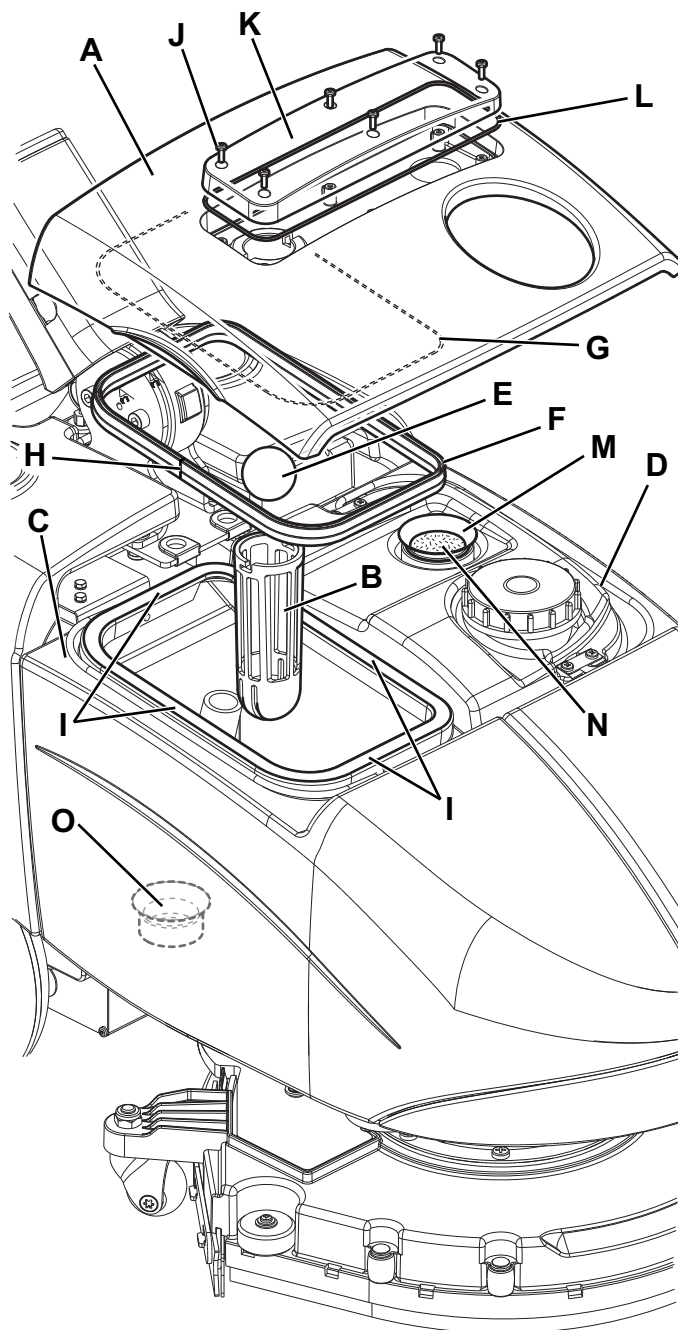

Figure 6
2. Tourner la manette (32) sur "0" et débrancher la batterie.
3. Soulever le couvercle (A, Fig. 6), puis nettoyer et laver à l'eau propre le couvercle et la grille d'aspiration (B). Vider l'eau des réservoirs (C et D) et les nettoyer.
4. Si besoin est, dégager la grille (B) en la tournant et enlever le flotteur (E), puis nettoyer avec soin et installer à nouveau.
5. Contrôler l'intégrité du joint d'étanchéité (F) du couvercle du réservoir de l'eau de récupération.
3. Ouvrir le couvercle (A, Fig. 6) et contrôler l'intégrité du joint (M) du moteur du système d'aspiration. Si besoin est, déposer le joint de son logement et le remplacer.
4. Contrôler que le préfiltre (N) est propre. Si besoin est, le nettoyer à l'eau et à l'air comprimé, puis l'installer à nouveau.
5. Soulever le réservoir de l'eau de récupération (B) et contrôler l'intégrité du joint (O). Si besoin est, déposer le joint de son logement et le remplacer.